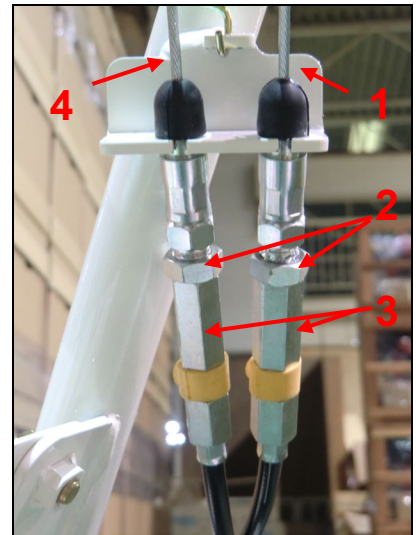

Figure 12
-Si la machine peut bouger quand l'utilisateur enlève la main du levier de de'placement, il faut ajuster le ca^ble du frein de parking (1, fig 12) comme suit :
-Si la machine ne bouge pas, ou si la courroie de transmission patine lorsque le levier de transmission est appuye', ajuster le ca^ble d'embrayage (4, fig 12) comme suit :
De'visser le contre e'crou 2 et visser l'e'crou de re'glage (3, fig 12) contre l'e'crou de verrouillage. Essayer de bouger la machine, refaire le re'glage si ne'cessaire.
-Si la machine bouge quand le levier de de'placement est rela^che', ajuster le ca^ble d'embrayage (4, fig 12) comme suit :
De'visser le contre e'crou 2 et visser l'e'crou de re'glage (3, fig 12) contre l'e'crou de verrouillage. Essayer d'arre^ter la machine, refaire le reglage si ne'cessaire.